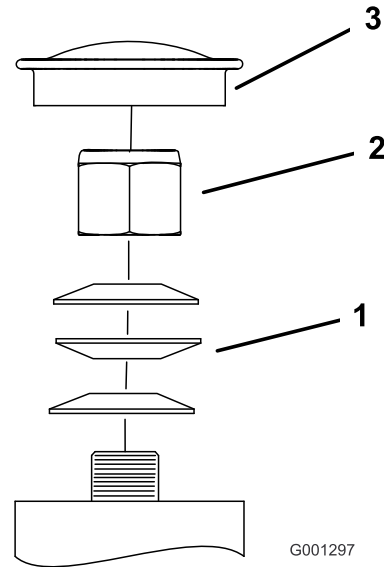

Figure 44
3. Retirez le capuchon anti-poussière de la roue pivotante et serrez le contre-écrou (Figure 44).
4. Continuez de serrer le contre-écrou jusqu'à ce que les rondelles élastiques soient aplaties, puis desserrez-le de 1/4 de tour pour obtenir la précharge correcte des roulements (Figure 44).
Important: Veillez à placer les rondelles comme illustré (Figure 44).
5. Remettez le capuchon anti-poussière en place (Figure 44).